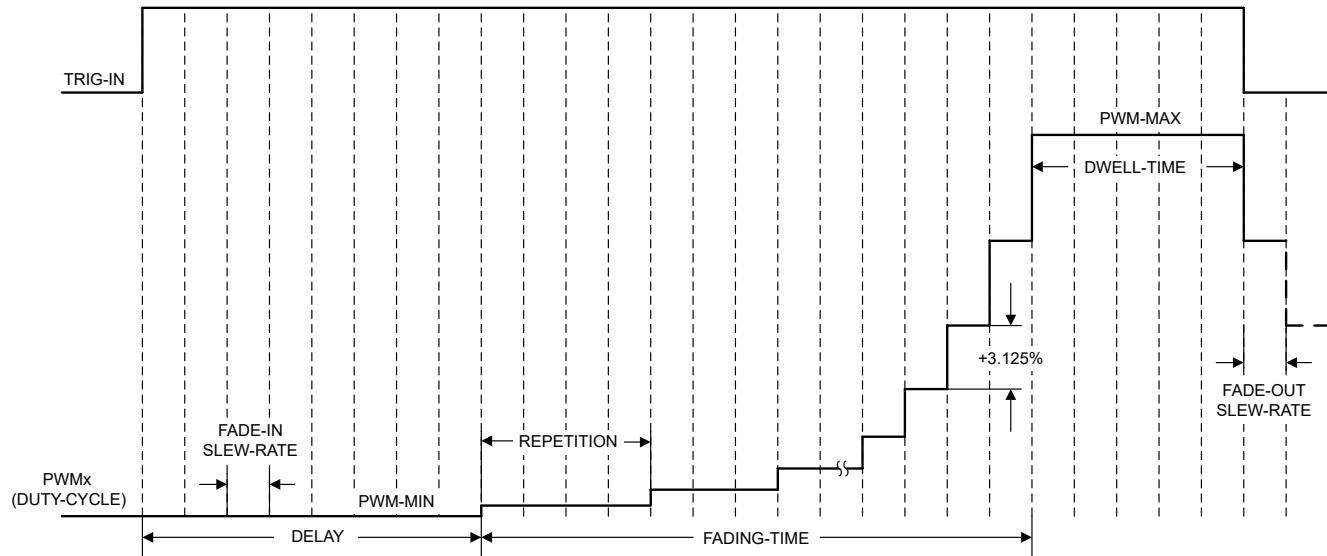

图 7-6. 淡入淡出详细时序图
默认情况下，DAC43901-Q1 配置为 PWM 淡入淡出并使用默认设置，如表 7-4 所示。要更改 SRAM 的设置，请将 SRAM 地址写入 SRAM-ADDR 寄存器，然后将数据写入 SRAM-DATA 寄存器。寄存器位置可以用单个 I2C 或 SPI 序列直接写入。在淡入淡出模式或动画模式下，基本设置为淡入或淡出 SLEW RATE，如图 7-6 所示。SLEW RATE 定义了应用的时序分辨率。当 SLEW RATE 与淡入或淡出中的步进数相乘时，会获得淡入或淡出时间。可以使用方程式 4 来计算 SLEW RATE：在对数淡入或淡出中，步进数是非线性的，并且还取决于起始和结束占空比设置。总淡入或淡出时间通过方程式 5 和表 7-5 来计算。淡入可以在延迟之后开始，该延迟的计算方式为方程式 7。CH0-DELAY 定义了 PWM0 的淡入延迟，而 COM-DELAY 定义了 PWM1 的淡入延迟。即使通过为 FADE-IN SLEW RATE 写入 0 来禁用淡入，也会应用该延迟。这种情况下将考虑预定义的延迟设置 256。淡出没有延迟。
- $t_{FADE}$  为总淡入或淡出时间，如图 7-6 所示。